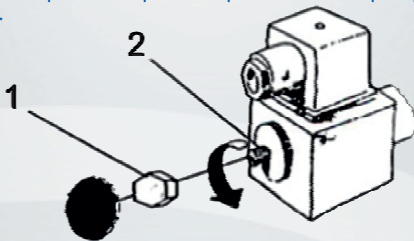

Рисунок 7.2
- Открутите шестиугольный винт (1) (Рисунок 7.2)
- Поверните против часовой стрелки экстренный кран на боковой распределительной гребенке (2)